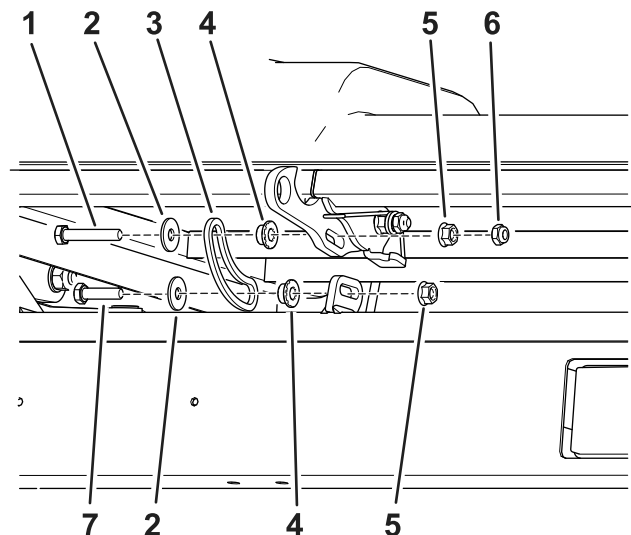

図 4
2. フックにロッドコネクタを取り付ける長いボルト、平ワッシャ、ブッシュ、フランジナット、ロックナットを使用する 図 4。
3. フックにロッドコネクタを取り付ける短いボルト、平ワッシャ、ブッシュ、ロックナットを使用する 図 4。